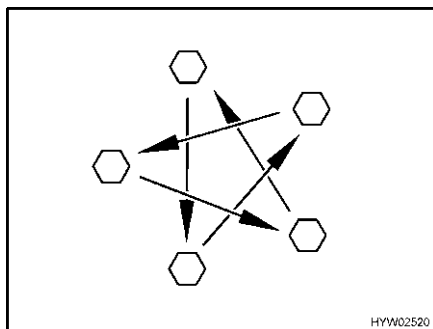

Fig. 280 Serrare a croce i dadi o i bulloni delle ruote
- Controllare regolarmente il serraggio dei dadi o dei bulloni. Regolare il serraggio dei dadi delle ruote o dei bulloni delle ruote di una ruota sostituita dopo circa 50 km (Fig. 280).
- Se si utilizzano cerchi nuovi o riverniciati, regolare il serraggio dei bulloni o dei dadi dopo altri 1000 - 5000 km (Fig. 280).
- ▷ Serrare a croce i dadi o i bulloni delle ruote (Fig. 280).